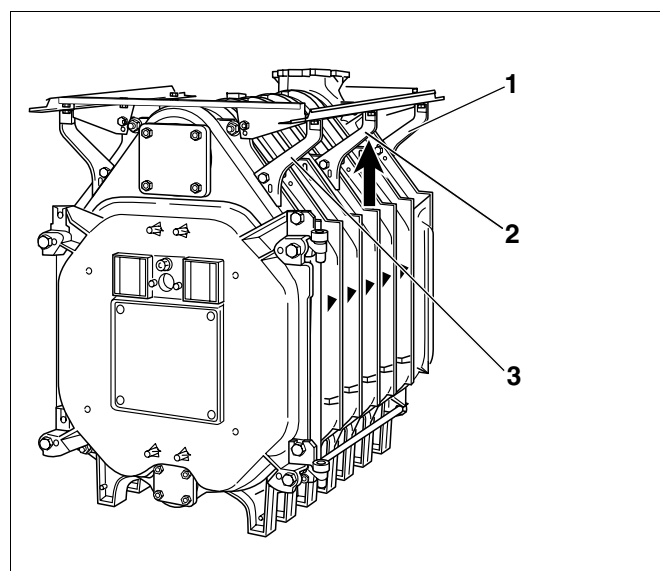

Fig. 40 Plassering av langsgående skinner
- Plasser de langsgående skinnene i riktig stilling og skru fast konsollene på for- hhv. bakelementet (Fig. 40, **Pos. 1 og 3**).
- Skyv de midtre konsollene (Fig. 40, **Pos. 2**) nedenfra mot de langsgående skinnene og skru dem godt sammen med kjelblokken.